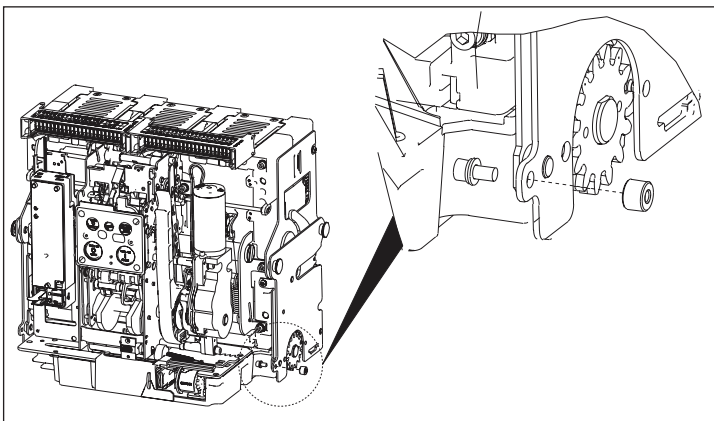

Abbildung 12. Montage Betätigungsbolzen
Schritt 3: Lokalisieren Sie die Befestigungsbohrung für den Betätigungsbolzen F (**Abb. 12**).
Schritt 4: Befestigen Sie den Betätigungsbolzen von der Innenseite des Bleches mit der Schraube M5, der Sicherungsscheibe und der Unterlegscheibe (**Abb. 12**). Drehmoment 4 Nm (35 in-lbs).